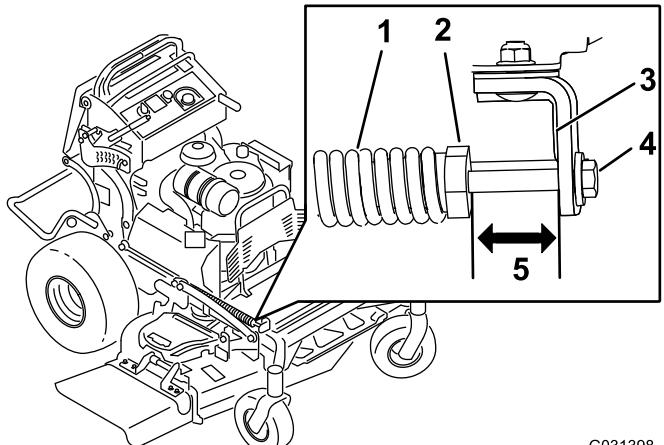

Bild 85
2. Prüfen Sie die Länge zwischen der Federmutter und der Rückseite der geschweißten Befestigungshalterung (Bild 85).
3. Die Länge sollte zwischen 47 mm bis 50 mm liegen (Bild 85).
4. Stellen Sie ggf. den Abstand ein, indem Sie die Schraube an der Vorderseite der Befestigungshalterung einstellen (Bild 85).